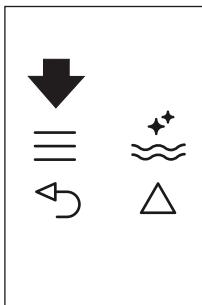

Fig. 22
- Pulse el icono **≡** (B2) para entrar en el menú (Fig. 22). Pulse los iconos **△ ▽** (B7) y (B8) (Fig. 9) hasta que se visualice el mensaje "PROGRAM COFFEE" (programar café).